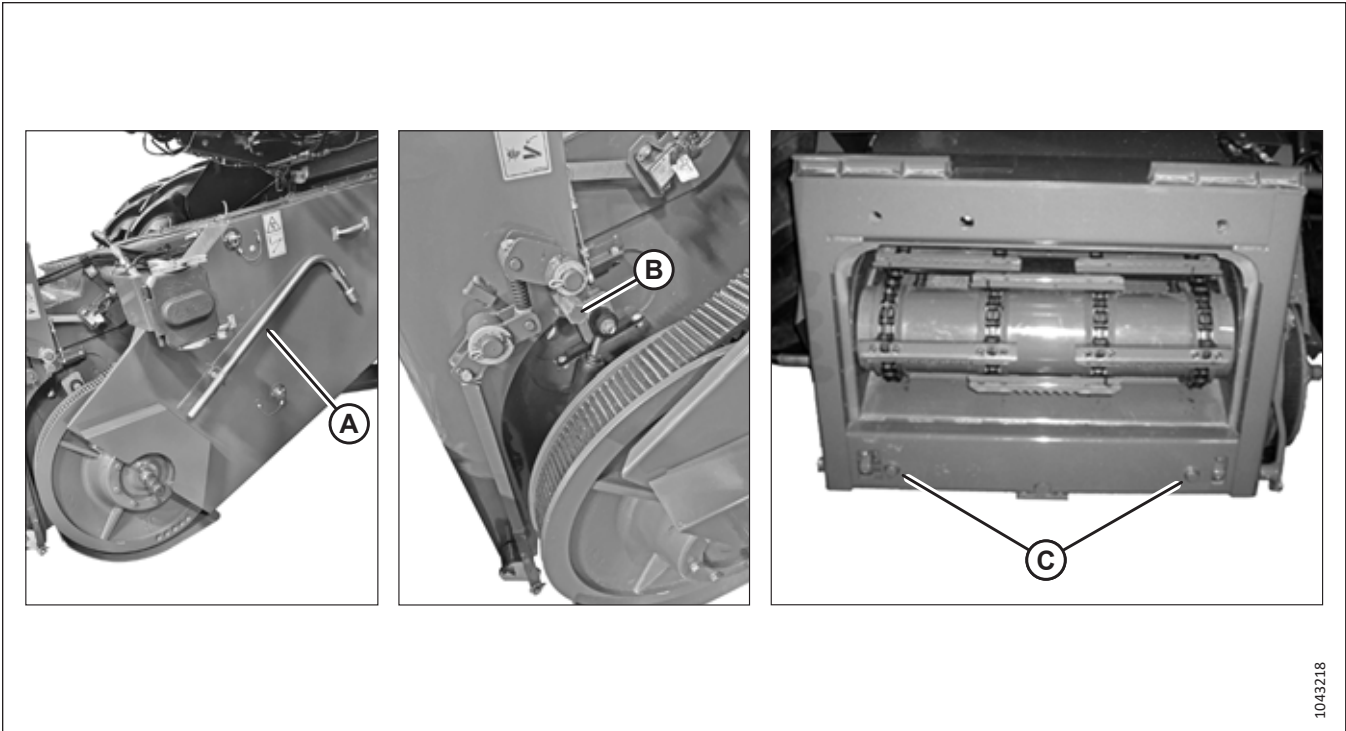

Figure 4.11: Convoyeur
Assurez-vous que les goupilles d'alignement (C) (voir figure 4.11, page 60) du convoyeur s'alignent avec les trous (B) dans le châssis du module de flottement.